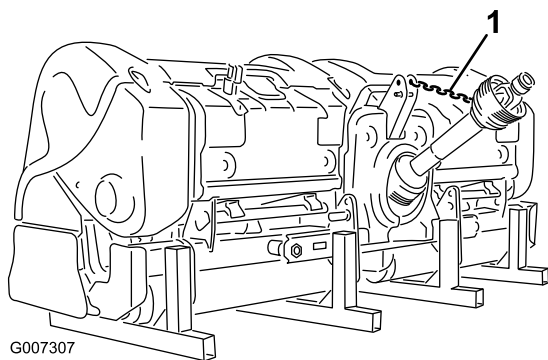

Figura 44
12. Ligue o tirante da tomada de força à proteção da tomada de força para evitar que o veio da tomada de força entre em contacto com o solo (Figura 44).